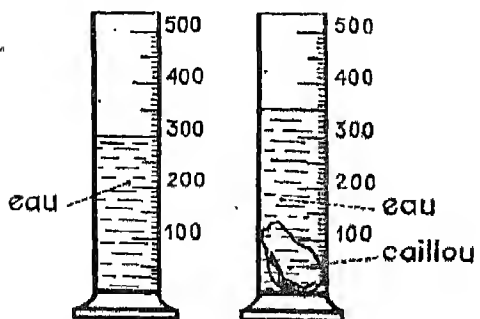

Fig. 8. — Mesure du volume d'un corps solide par la méthode de l'éprouvette graduée. Quel est le volume de ce caillou ?
a) Vous pouvez utiliser une éprouvette graduée, comme le montre la figure 8.